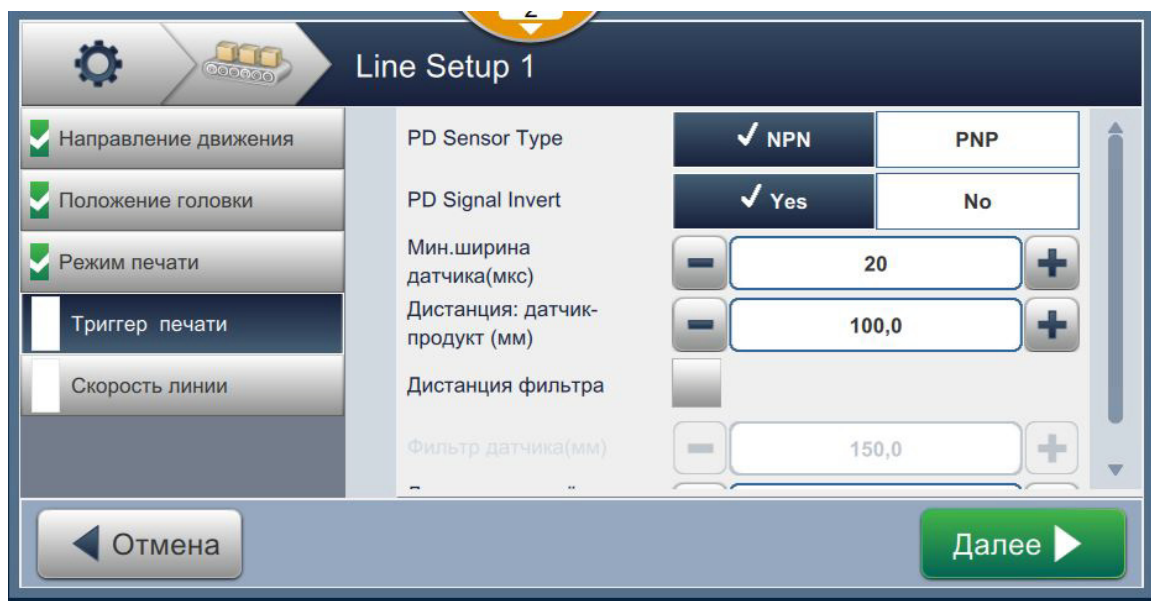

Рис. 6-32: Наладка линии – датчик продукта
1. Нажмите параметр *Датчик продукта* на экране параметров наладки линии, как показано на Рис. 6-32.